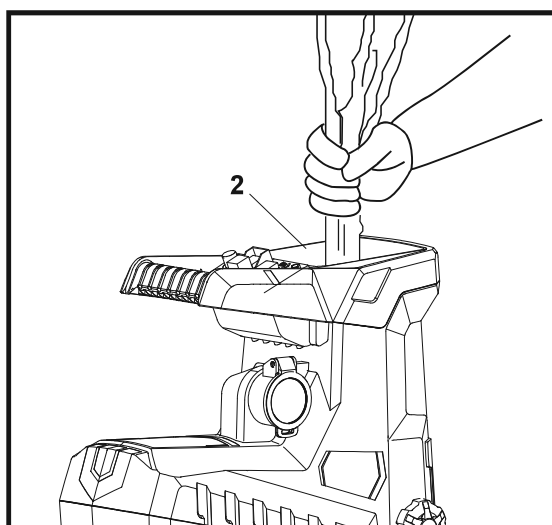

Fig. 11
4. Introduza lentamente material (por ex., resíduos de jardim, ramos) no funil de alimentação (2) (Fig. 11). Insira material apenas em quantidades que evitem a obstrução do funil de alimentação e das lâminas de corte.